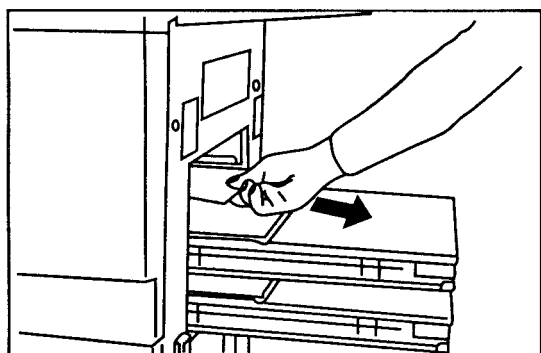

Рис. 2.4
2. Устраняют бумагу, застрявшую на входе в кассетоприемник. Если не виднеется бумага, извлекают кассету и снова вставляют ее в кассетоприемник. Этим ликвидируется состояние застревания бумаги. Также проверяют, правильно ли уложена бумага в кассете (рис. 2.4).